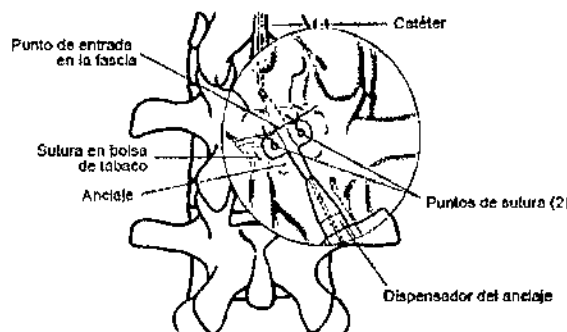

Figura 11. Sutura del anclaje.
22. Utilice las suturas de anudamiento para suturar el anclaje a través de los orificios de sutura. Tire de las suturas para llevar el anclaje hacia la fascia circundante (Figura 11). Ate firmemente las suturas.